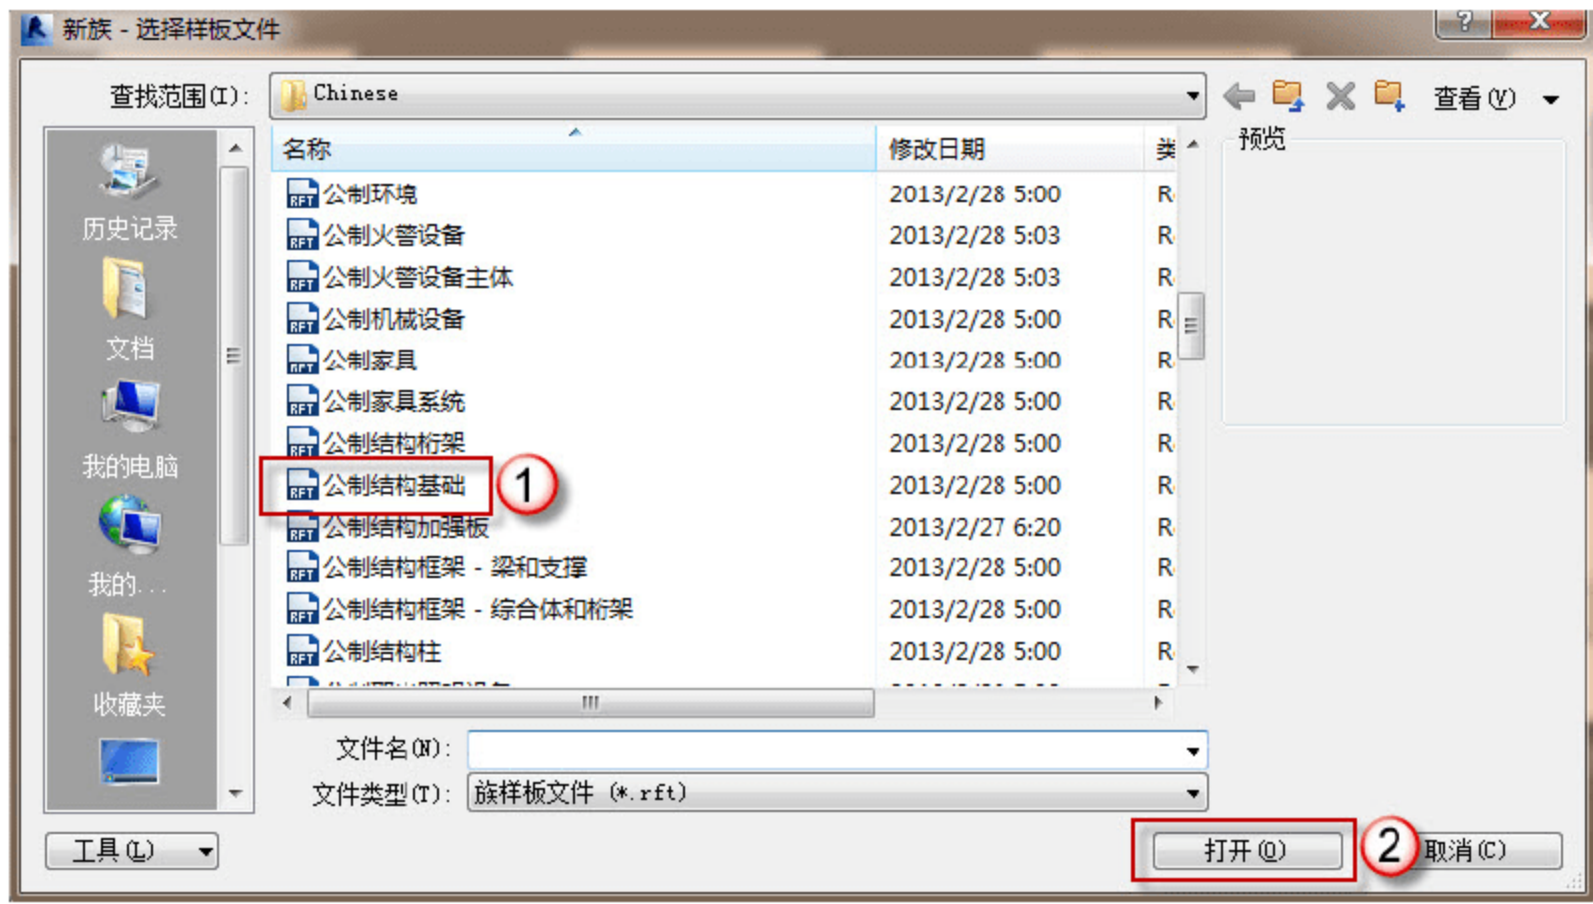

图 2.1.65 新建族样板
(1) 新建族。选择“新建”→“族”命令，在弹出的“新族-选择样板文件”对话框中，选择“公制结构基础”选项，单击“打开”按钮，如图 2.1.65 所示。